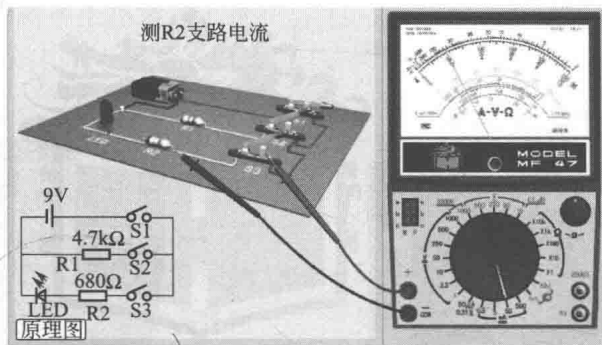

图 1-10 检测直流电流
③ 测量 将万用表串联在待测电路中进行电流的检测，并且在检测直流电流时，要注意正负极性的连接。测量时，应断开被测支路，红表笔连接电路的正极端，黑表笔连接电路的负极端，如图 1-10 所示。
④ 读数 仔细观察表盘，直流电流挡刻度线是第二条刻度线，用 50mA 挡时，可用刻度线下一行数字直接读出被测电流值。注意读数时，视线应正对指针。根据示数大小及所选量程读出所测电流值大小。本次测量所选量程是直流 50mA，示数是 10（用 0~50 标度尺），则该所测电压值是 $50/50 \times 10 = 10\text{mA}$ 。